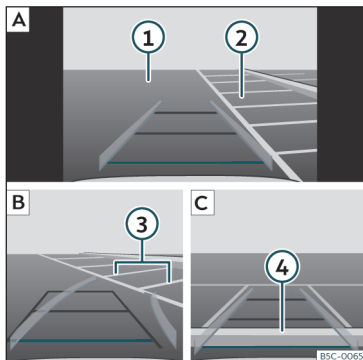

Fig. 196 Visualización en la pantalla del sistema de infotainment: aparcar con el asistente de marcha atrás.
Legenda de la **fig. 196**:
- Sitúe el vehículo delante del hueco de aparcamiento >>> **fig. 196** **2** **A**.